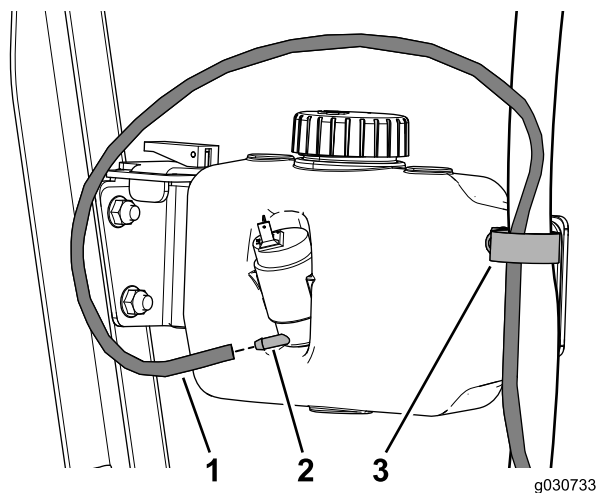

Figura 40
2. Disponete il flessibile di lavaggio attraverso il serratubi a R e collegatelo al serbatoio lavacrystallo (Figura 40).